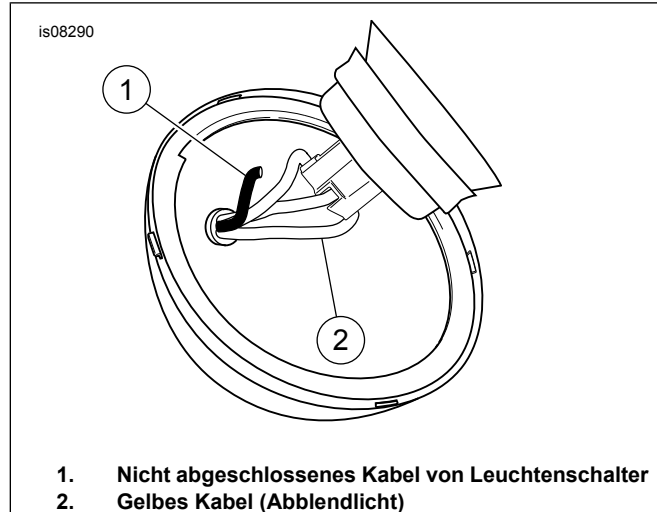

Abbildung 8. Verspleißen des nicht abgeschlossenen Kabels vom Schalter mit dem gelben Scheinwerferkabel (Abblendlicht)
18. Siehe Abbildung 8. Das nicht abgeschlossene Kabel (1) vom Schalter durch die Tülle in das Scheinwerfergehäuse verlegen. Das Kabel mit dem Scotchlok®-Steckverbinder (Teil 14) aus dem Satz mit dem gelben Kabel (2) (Abblendlicht) verspleißen.